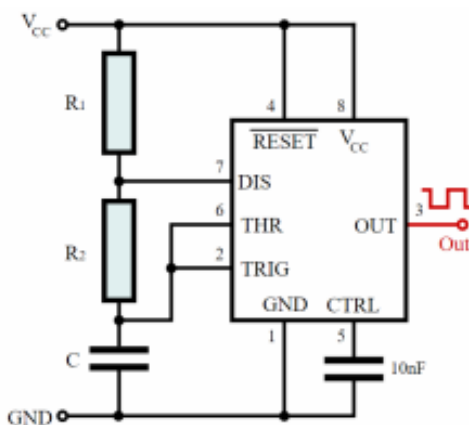

Рис.1.5. Астабільний режим 555 таймера
- Астабільний режим (мультивібратор) – в цьому режимі таймер видає безперервний потім прямокутних імпульсів, з певною частотою, яка залежить від значень резисторів R1, R2 та конденсатора C. Рис.1.5.